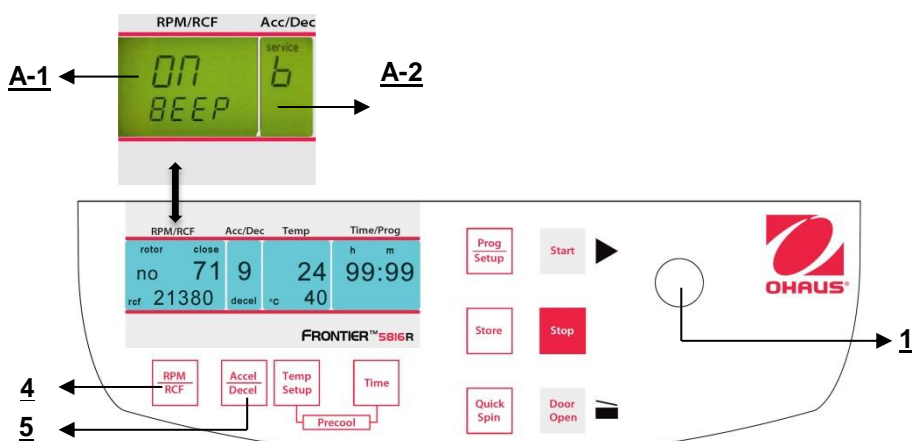

Figura 35
Procedere come descritto al punto 4.1. per inserire questa modalità programma e poi premere il tasto **"Accel/Decel"** (5). Sul display **"Acc/Dec"** (A-2) lampeggia la parola **"Service"**. Selezionare adesso la lettera **"B"** con la manopola di regolazione (1). Di conseguenza, sul display **"RPM | RCF"** (A-1), appare la parola **"ON/BEEP"**. Dopo aver premuto il tasto **"RPM | RCF"** (4), è possibile selezionare il suono tastiera con la manopola di regolazione (1). (Vedere figura 35).